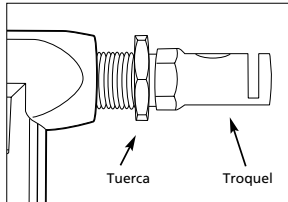

Figura 2
2. Para cambiar el cortador y el troquel, suelte la tuerca plateada para poder retirar el troquel de la herramienta (figura 2).